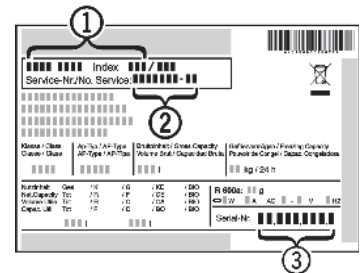

Fig. 12
- ▶ Apparaataanduiding *Fig. 12 (1)*, servicenummer *Fig. 12 (2)* en productienummer *Fig. 12 (3)* van het typeplaatje aflezen. Het typeplaatje bevindt zich aan de binnenkant van het apparaat.
- ▶ Contact met de klantenservice opnemen en de fout, apparaataanduiding *Fig. 12 (1)*, servicenummer *Fig. 12 (2)* en productienummer *Fig. 12 (3)* doorgeven.